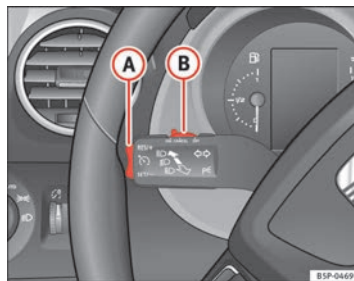

Abb. 149 Blinker- und Fernlichthebel: Schalter und Wippe für die Geschwindigkeitsregelanlage
- Drücken Sie den unteren Teil der Wippe **SET/-** ⇒ Abb. 149 **(A)** einmal kurz, wenn die zu speichernde Geschwindigkeit erreicht worden ist.